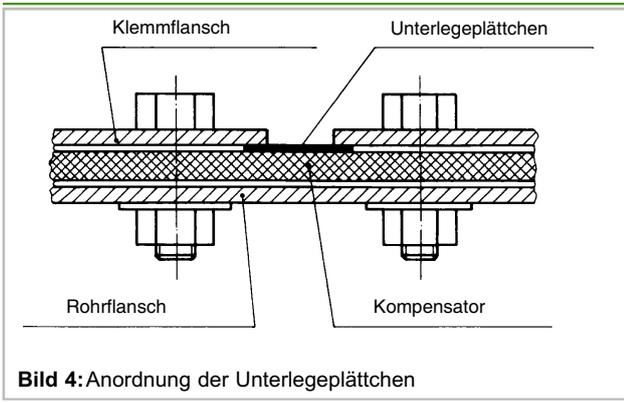

Bild 4: Anordnung der Unterlegeplättchen
4.4 Zwischen den Segmenten der Klemmflansche sind gegebenenfalls Unterlegeplättchen, gemäß Bild 4, anzuordnen.